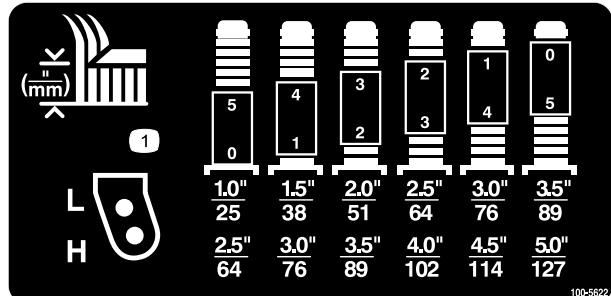
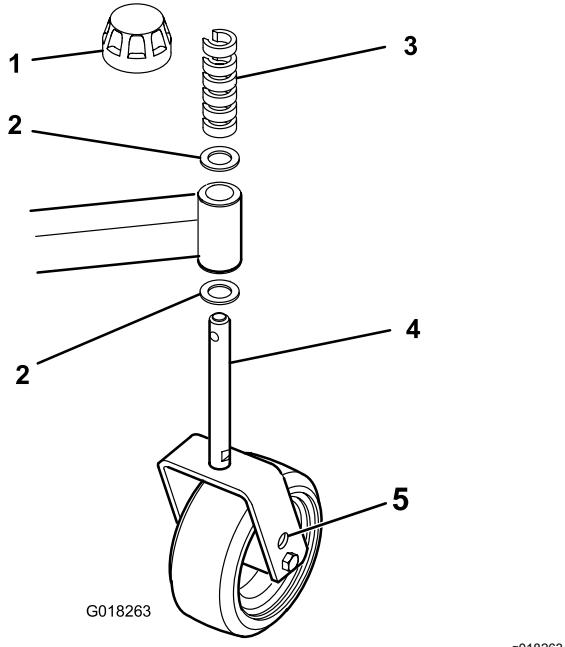

图 8
图9
2. 将脚轮轴放到所有脚轮叉的相同孔中。请参阅图 7、图 8 和图 9 确定用于设定的正确孔位。
- 从锭轴上卸下张紧帽图9。